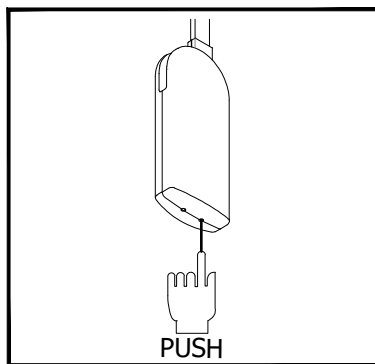

Fig. 22
- 1 - Premere il tasto di programmazione (Fig. 22) per 5 secondi, al rilascio si sentirà un doppio "BIP"
Se si desidera cancellare tutti i telecomandi, si deve mantenere premuto il tasto di programmazione (Fig.22) per 10 secondi. Al rilascio del pulsante, tre "BIP" consecutivi indicano che tutti i telecomandi sincronizzati sono stati cancellati. E' quindi possibile risintonizzare il telecomando/i desiderato/i.